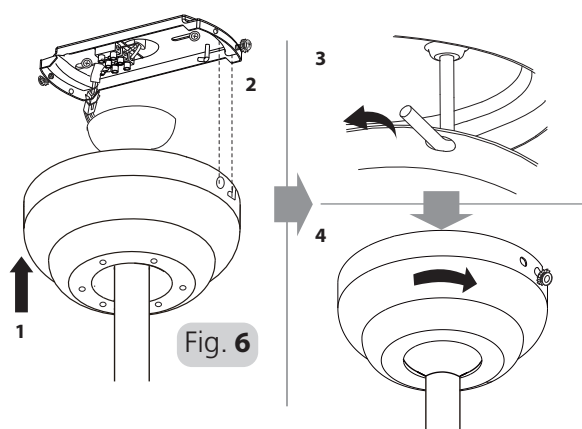

Fig. 6
3. Befestigen Sie die Haube an der Halterung, indem Sie die Seitenlöcher der Haube mit den Seitenlöchern der Halterung ausrichten. Lüfter anheben, bis die Schrauben den Boden der Schlitz erreichen, und dann die Haube gegen den Uhrzeigersinn drehen, bis die Schrauben in die Schlitz einrasten. Siehe Abb. 6.
3. Attach canopy to the bracket by aligning canopy side holes with the bracket side holes. Lift fan until the screws reach the bottom of the slots and then rotate the canopy counterclockwise until the screws drop into the slot recesses. Refer to Fig 6.
3. Fixez le boîtier au support en alignant les trous latéraux du boîtier sur les trous latéraux du support. Soulevez le ventilateur jusqu'à ce que les vis atteignent le bas des fentes puis tournez le boîtier dans le sens inverse des aiguilles d'une montre jusqu'à ce que les vis entrent dans la cavité des encoches. Voir Figure 6.
3. Collegare la calotta alla staffa allineando i fori laterali della calotta con i fori laterali della staffa. Sollevare il ventilatore fino a che le viti raggiungono il fondo delle fessure e quindi ruotare la calotta in senso antiorario in modo che le viti entrino nelle cavità delle fessure. Vedere la fig. 6.
3. Bevestig de plafondkap aan de beugel door de zijgaten van de plafondkap uit te lijnen met de zijgaten van de beugel. Til de ventilator op tot de schroeven de bodem van de gleuven bereiken en draai vervolgens de kap linksom tot de schroeven in de uitsparingen van de gleuven vallen. Zie Fig 6.
3. Prenda a cobertura ao suporte alinhando os furos laterais da cobertura com o furos laterais do suporte. Levante a ventoinha até que os parafusos atinjam a parte inferior das ranhuras e de seguida rode a cobertura no sentido contrário ao dos ponteiros do relógio até que os parafusos encaixem nas reentrâncias da ranhura. Consulte a Fig 6.
3. Прикрепите колпак к кронштейну, выравнив боковые отверстия колпака с боковыми отверстиями кронштейна. Поднимите вентилятор, чтобы винты достигли дна отверстий, а затем поверните колпак против часовой стрелки, пока винты не попадут в углубления. См. рис. 6.
3. Przyczepić osłonę do uchwyty, wyrównując w jednej osi jej otwory boczne z otworami bocznymi uchwyty. Unieść wentylator na taką wysokość, aby śruby sięgnęły dolnej części gniazd, po czym obrócić osłonę w prawo do momentu, w którym śruby znajdują się we wgłębieniach gniazd. Patrz rys. 6.